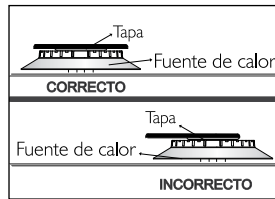

Figura 29
- Verifique antes de encender la fuente de calor que la tapa este correctamente ubicada y ajustada a ésta (Ver figura 29).